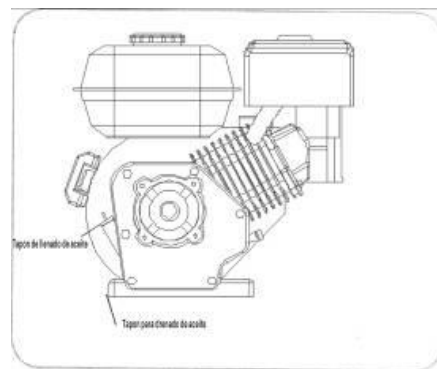

Figura 28
2. Desenrosque a tampa de enchimento de óleo do tubo de enchimento de óleo e limpe a vareta de limpeza. Ver figura 28.
1. Localize o bujão de drenagem de óleo, Veja Figura 28.
3. Área limpa em torno do bujão de drenagem de óleo, Ver Figura 28.